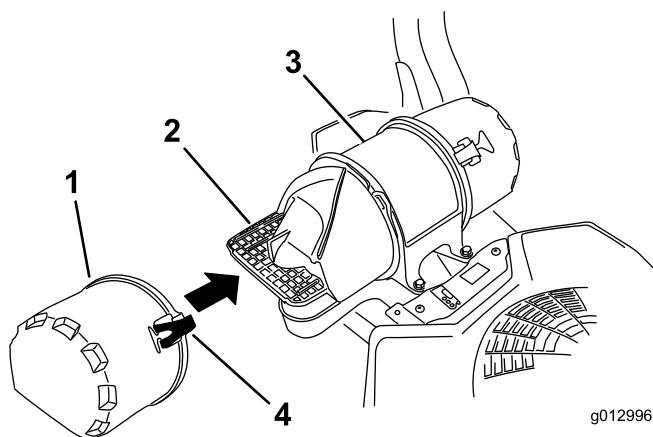

Figure 45
3. Ouvrez les dispositifs de verrouillage du filtre à air et séparez le couvercle d'entrée d'air du corps du filtre (Figure 45).
5. Reposez le couvercle d'entrée d'air et fixez-le avec les verrous (Figure 45).